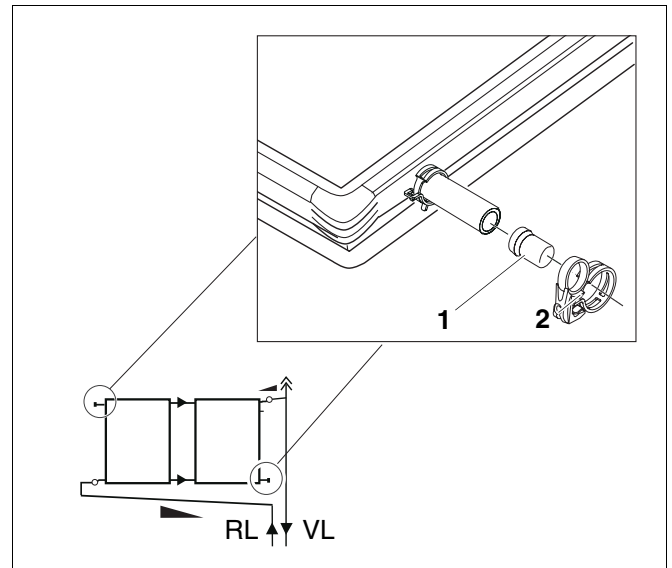

Fig. 45 Montagem do bujão cego
- ▶ Encaixe o bujão cego (Fig. 45, **Item 1**) com o ressalto primeiro na mangueira solar curta.
- ▶ Empurre a abraçadeira de mola (Fig. 45, **Item 2**) até ao ressalto do bujão cego (Fig. 45, **Item 1**). Estando a abraçadeira de mola correctamente assente, poderá apertar o anel de fixação azul.